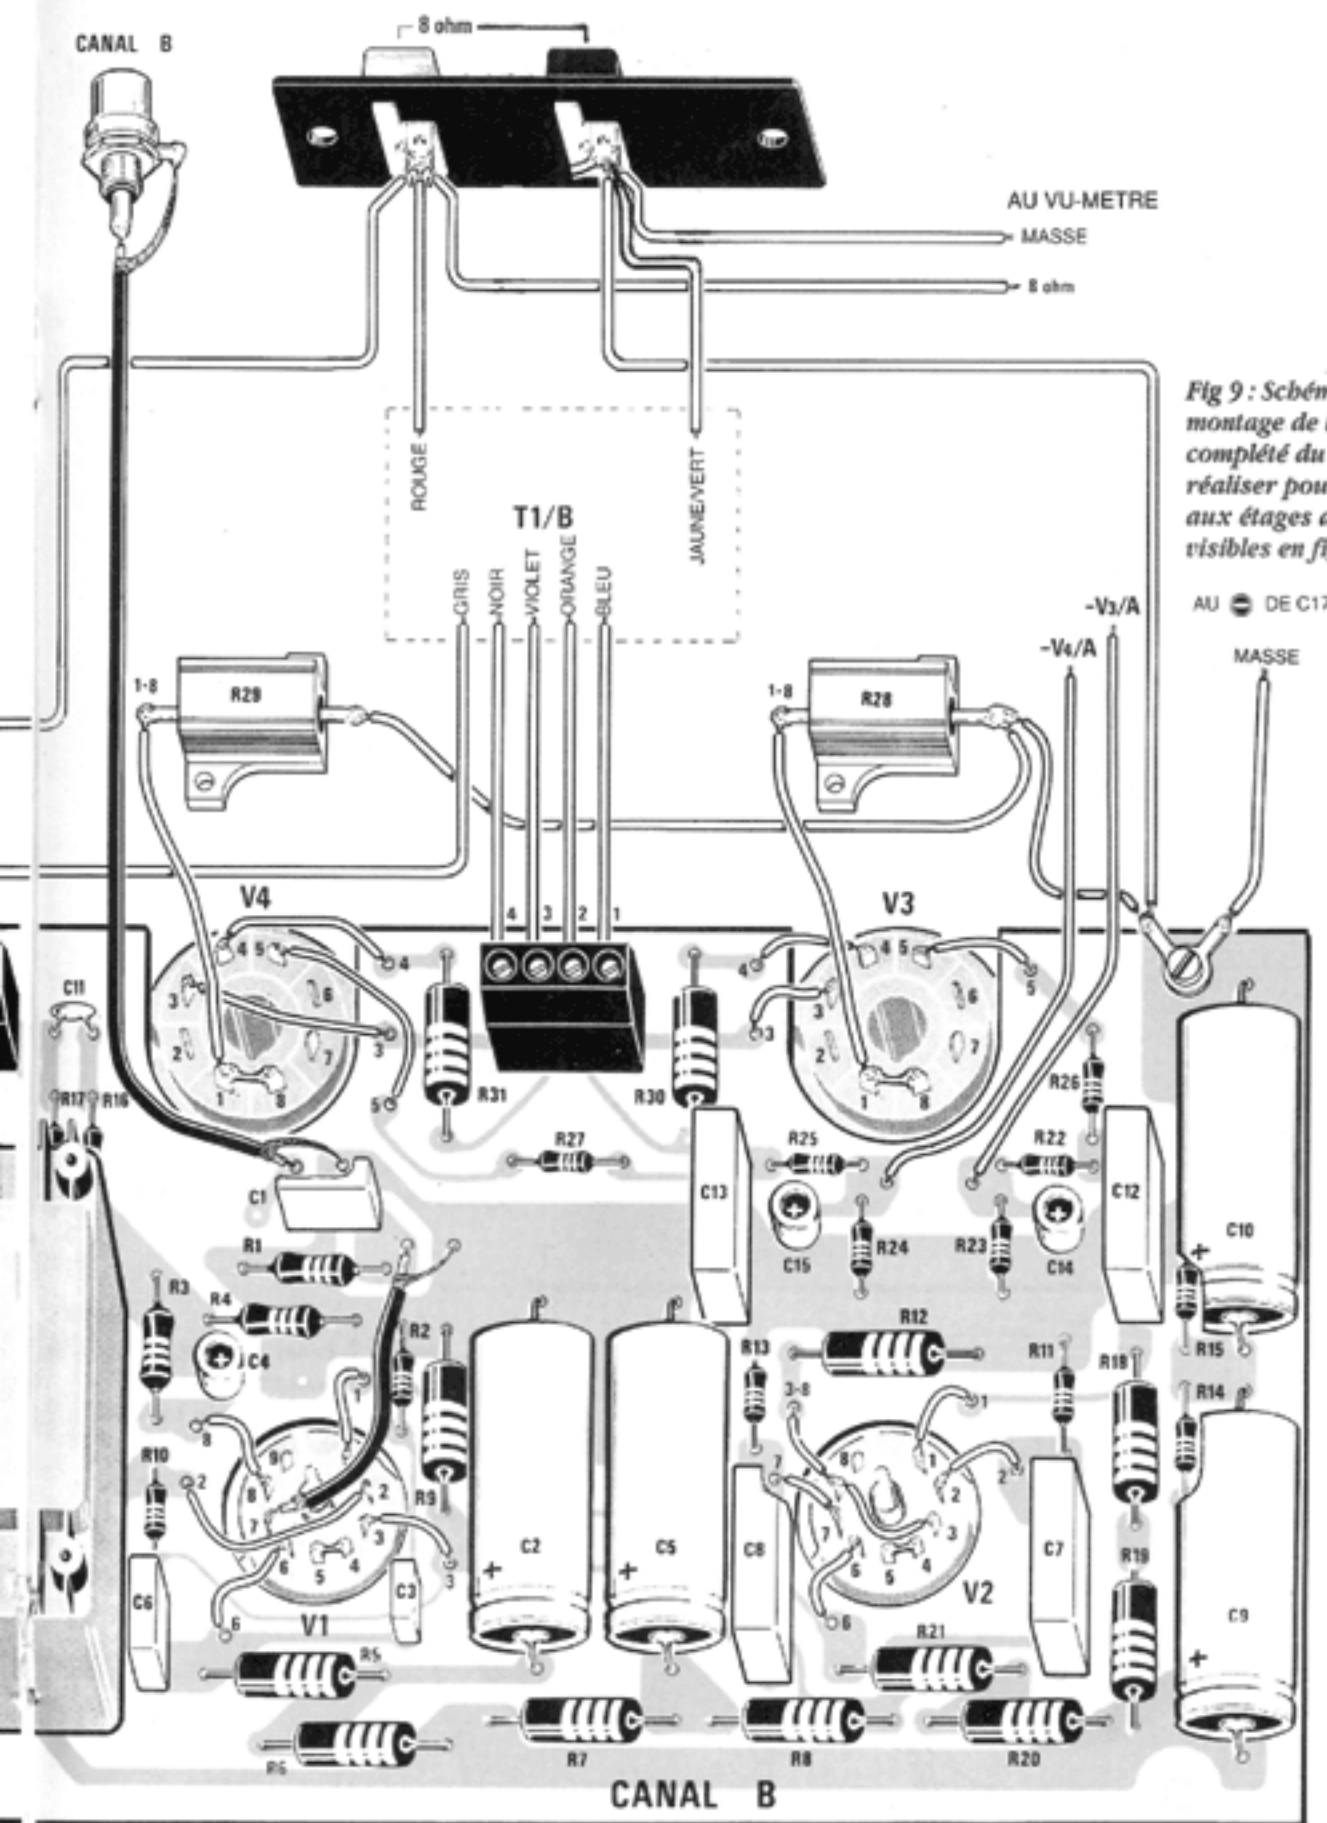

Fig 9 : Schéma pratique de montage de l'amplificateur, complété du câblage à réaliser pour le raccorder aux étages d'alimentation visibles en fig 10 & 11
□ Tous ces petits bouts de fil et de câble soudés sur le circuit imprimé, on pourra désormais fixer ce dernier sur la tôle d'aluminium supportant les socles des tubes, à l'aide d'entretoises métalliques, de vis et d'écrous. Puis, on raccordera les amorces des fils sur les broches respectives des supports de lampe. On commencera par le tube V1, celui de gauche, puis celui de droite. Le petit bout de câble blindé, dont une extrémité devra être raccordée à la broche 7, verra son âme raccordée et soudée sur la piste de jonction de R1-C1, et la tresse connectée et soudée sur la piste de masse voisine. (Voir Fig. 9). Les autres petits fils seront raccordés sur les broches respectives des supports de tube.
la Fig. 11, seront connectés à la platine LX 1113, de la manière indiquée en Fig. 9. C'est à dire:
Fils -V3 et -V4 canal A => sur les pistes correspondantes, à gauche sur le schéma pratique de la Fig. 9.
Fil de masse A => sur la piste correspondante, à gauche sur le schéma pratique de la Fig. 9.
Fil de masse B => sur la piste correspondante, à droite sur le schéma pratique de la Fig. 9.
Fils -V3 et -V4 canal B => sur les pistes correspondantes, à droite sur le schéma pratique de la Fig. 9.
Puis on raccordera les autres fils sur les borniers en respectant les couleurs correspondantes, en se référant à la **Fig. 9**.
Fig 11 : Schéma pratique de montage d'alimentation LX1114. Sont reportés sur ce dessin, tous les raccordements à effectuer entre celui-ci et les condensateurs C16-C17 d'une part, et le circuit représenté en fig 9 d'autre part.
Fig 12 : Les résistances de puissance R28-R29 seront fixées sur deux équerres en aluminium, lesquelles prendront appui sur les vis de fixation des transformateurs T1/A et T1/B (voir fig 13), le fil de masse de ces résistances sera branché comme indiqué en fig 9.